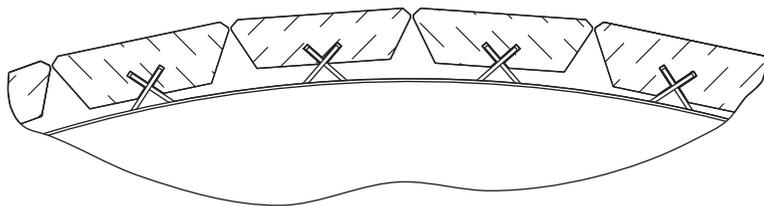

Рисунок 8. Толщина ламелей
**Внимание!** Ламели поставляются толщиной 18 ... 23 мм. Различная толщина ламелей, при правильном положении «лепестков», не влияет на качество сборки (см. рисунок 8).